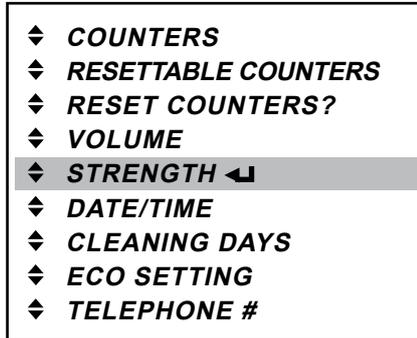

Fig. 58
1. Press the enter button  to access the «STRENGTH» menu (fig. 58).